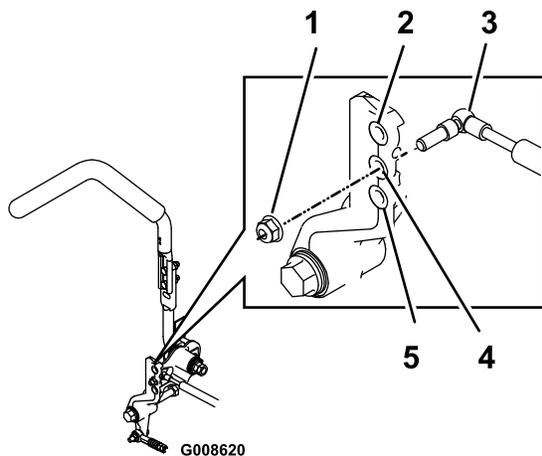

Figure 62
1. Boulon (4) 2. Plaque de butée
3. Retirez le contre-écrou, déplacez le boulon de fixation d'amortisseur à la position voulue, et remettez le contre-écrou en place. Pour les options de montage, voir Figure 62.